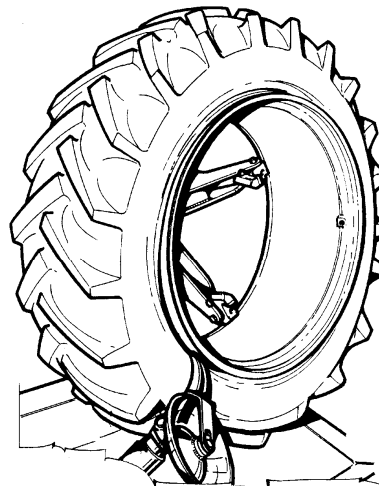

Рис.45
5. Установите крюк между бортом шины и диском (Рис. 45).